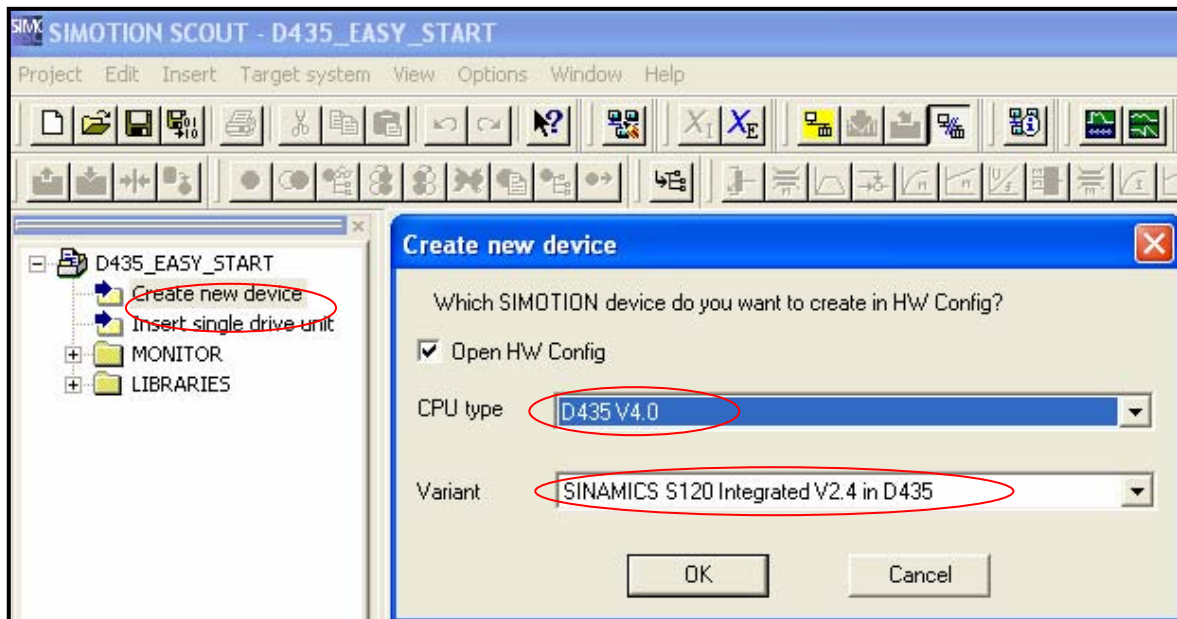

图. 02
2. 插入一个新设备，选择 D435 V4.0，如图 02。